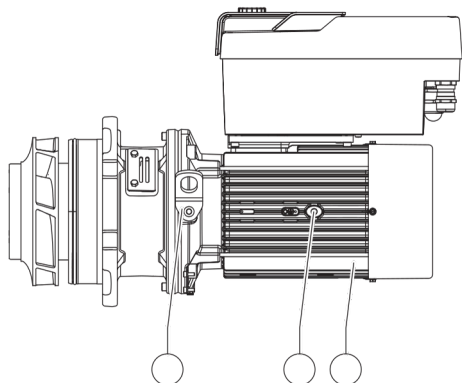

Fig. 108: Kit embrochable
13. Insérer le kit embrochable (voir Fig. 108) dans le corps de pompe, dans l'ancienne position ou à un angle différent. Respecter les positions de montage admissibles des composants (voir le chapitre « Positions de montage autorisées et modification de la disposition des composants avant l'installation » [” 22]).
14. L'utilisation de goujons de montage est recommandée (voir le chapitre « Accessoires » [” 18]). Lorsque le guidage de la lanterne est sensiblement engagé (environ 15 mm avant la position finale), il n'y a plus de risque de basculement ou de coincement. Dès que le kit embrochable est sécurisé par au moins une vis (Fig. I/III, pos. 10 ou Fig. III/IV, pos. 29), les éléments de fixation peuvent être retirés des œillets de transport.
15. Visser les vis (Fig. I/III, pos. 10 ou Fig. III/IV, pos. 29) sans toutefois les serrer entièrement. Le kit embrochable s'insère dans le corps de pompe à mesure que les vis sont serrées.